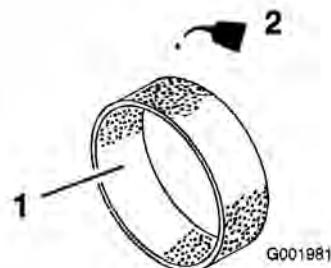

Figura 44
- Applicate circa 30-60 ml d'olio sull'elemento (Figura 44).